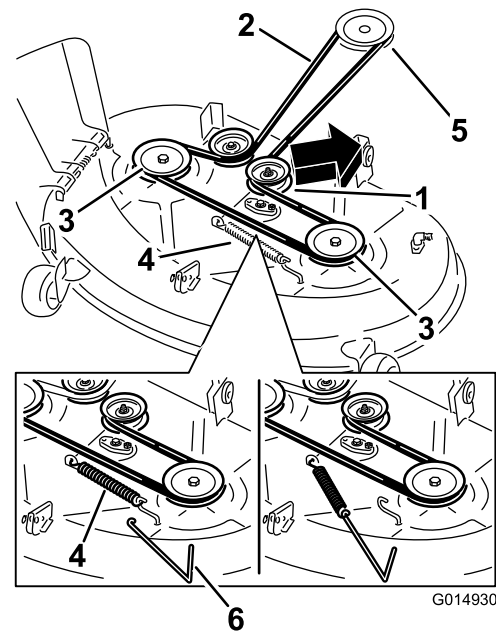
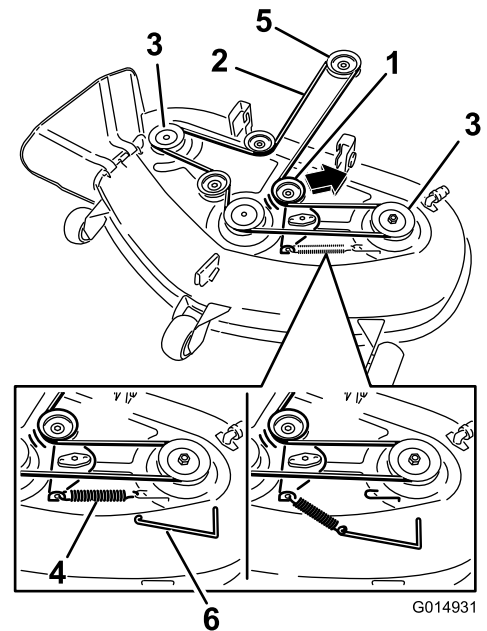

Figura 69
Figura 70
4. Usando una herramienta para la retirada de muelles (Pieza Toro N° 92-5771), retire el muelle tensor del gancho de la carcasa para eliminar la tensión de la polea tensora, y retire la correa de las poleas (Figura 69 y Figura 70).
5. Pase la correa nueva alrededor de las poleas del motor y del cortacésped (Figura 70).
6. Usando una herramienta para la retirada de muelles (Pieza Toro N° 92-5771), instale el muelle tensor sobre el gancho de la carcasa y tense la polea tensora y la correa (Figura 69 y Figura 70).